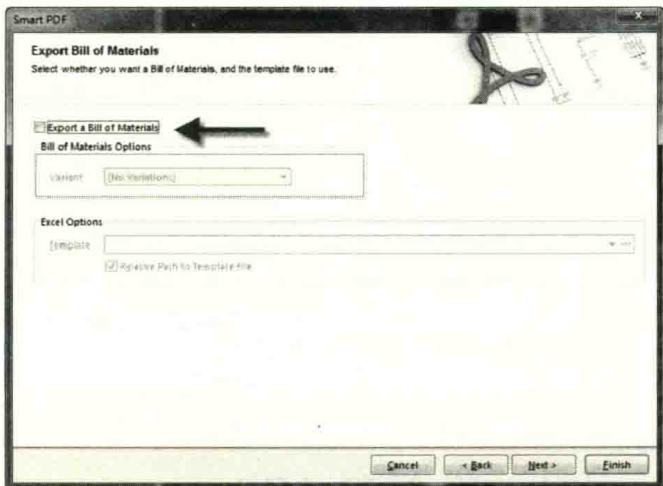

图 10-27 BOM 表输出选择
(3) Export Bill of Materials: 物料清单输出选项，此项可选，不过 Altium Designer 有专门输出 BOM 表功能，此处一般不再勾选，如图 10-27 所示。